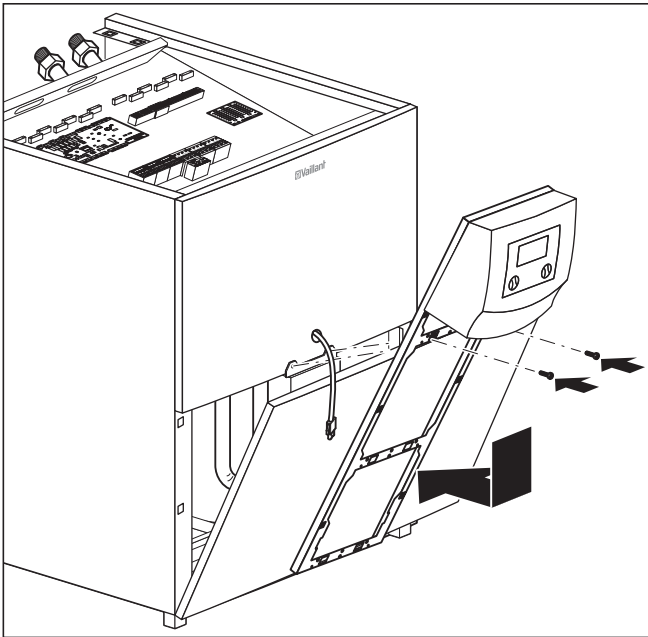

Abb. 6.6 Vordere untere Verkleidung montieren
- Drücken Sie das untere Verkleidungsblech in die Clipschalterung am Gehäuse und schrauben Sie den Konsolenrahmen wie in Abb. 6.6 gezeigt mit den beiden Schrauben am Gehäuse fest.